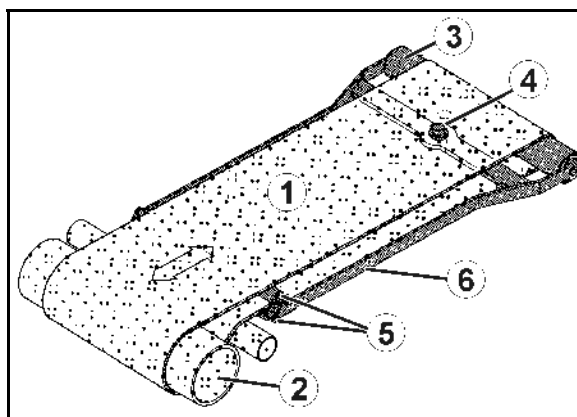

Bild 77
Matarband (Bild 77/1) har den egenskapen att den väjer vid lutningar, som finns t.ex. i sluttningar, eller vid ensidig belastning av lasten. Matarbandet körs då utåt. Ensidig körning av matarbandet förhindras genom automatisk bandstyrning på **AMAZONE**-storytespridaren **ZG-B**.
Matarbandet är fastspänt på transportbandet med automatisk bandstyrning mellan drivtrumman (Bild 77/2) och vändtrumman (Bild 77/3) ingespant.
Medan drivtrumman är ordentligt fäst på transportbandet kan vändtrumman vridas runt svängningsaxeln (Bild 77/4). Matarbandet leds dessutom mellan två styrrullar (Bild 77/5) som är anslutna till vändtrumman via en styrram (Bild 77/6).
1. Sett i färdriktningen (se pil) – lossa den bakre låsmuttern (Bild 77/1), på båda sidor genom vänstervridning.
2. Sett i färdriktningen (se pil) – vrid muttrarna (Bild 77/2) på båda sidor lika mycket åt vänster.
Muttrarnas justeringssträcka (Bild 77/2) måste vara samma på båda sidor av transportbandet. Justera båda muttrarna (Bild 77/2) högst ett halvt nyckelvarv. Dra åt låsmuttrarna och kontrollera om matarbandet drivs jämnt igen.